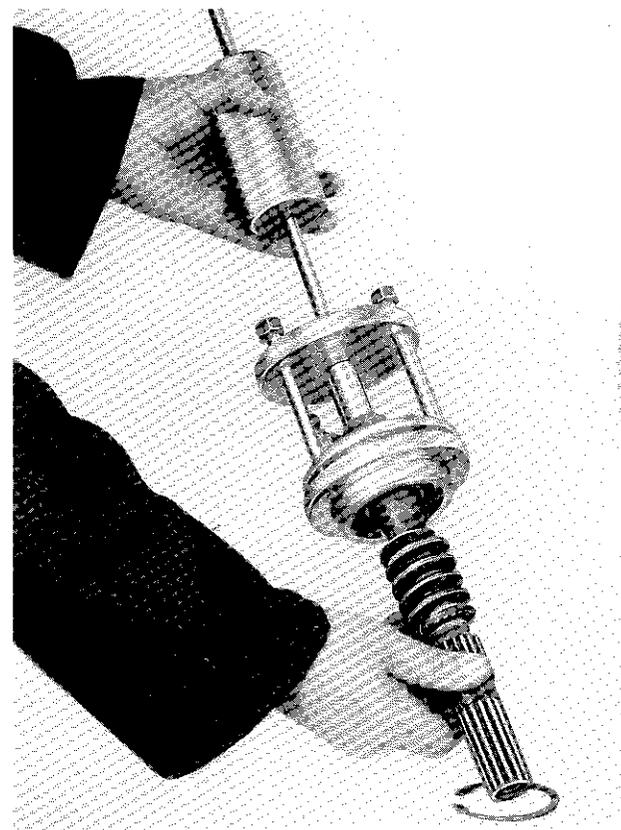

Fig. 10 - Estrazione coperchio vite senza fine
- levare l'anello d'arresto 6 che ferma il cuscinetto 7, applicare l'attrezzo 2.7981.031 e sfilare il coperchio con l'estrattore 2.7981.047 (vedi fig. 10);